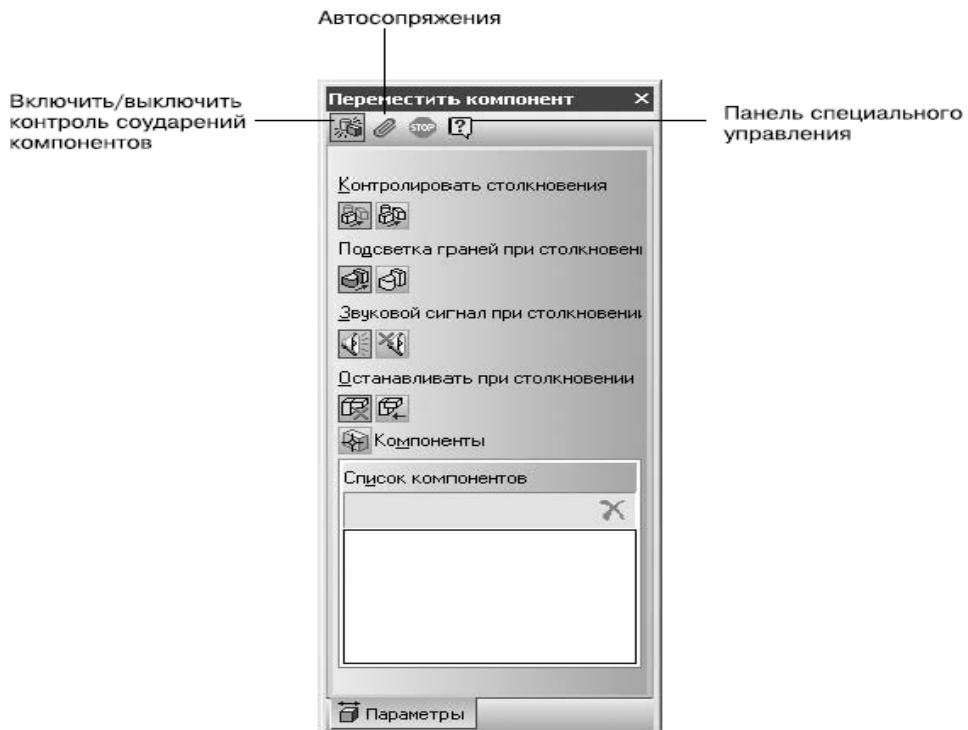

Рис. 1.32. Элементы управления панели свойств при перемещении компонента сборки
- **Контроль соударений.** Эту функцию можно активизировать с помощью команды **Контроль соударений** контекстного меню или используя кнопку **Включить\выключить** контроль соударений компонентов на панели специального управления, которая расположена слева или сверху от панели свойств (рис. 1.32). При включенном контроле соударений система не дает перемещаемой или поворачиваемой детали проникать в соседние компоненты сборки. При столкновении двух деталей место столкновения сразу подсвечивается красными линиями и выдается звуковой сигнал. Кроме того, передвижение модели далее в этом направлении становится невозможным.
- **Автоматическое сопряжение** перемещаемой детали с окружающими ее ближайшими компонентами. При этом система старается самостоятельно подобрать наиболее подходящие сопряжения при приближении элементов деталей (грани, вершины и ребра) друг к другу. Эту функцию можно активизировать так же, как и контроль соударений: с помощью команды контекстного меню **Автосопряжения** или кнопки **Включить\выключить** режим автосопряжений на панели специального управления (см. рис. 1.32).